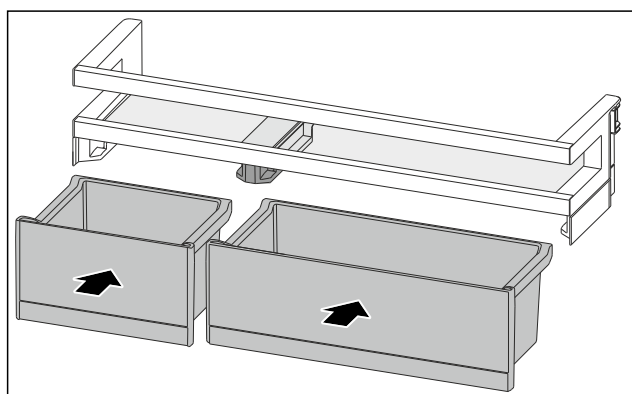

Fig. 95
- Włożyć VarioBox w innym rozmieszczeniu. (patrz Fig. 95)